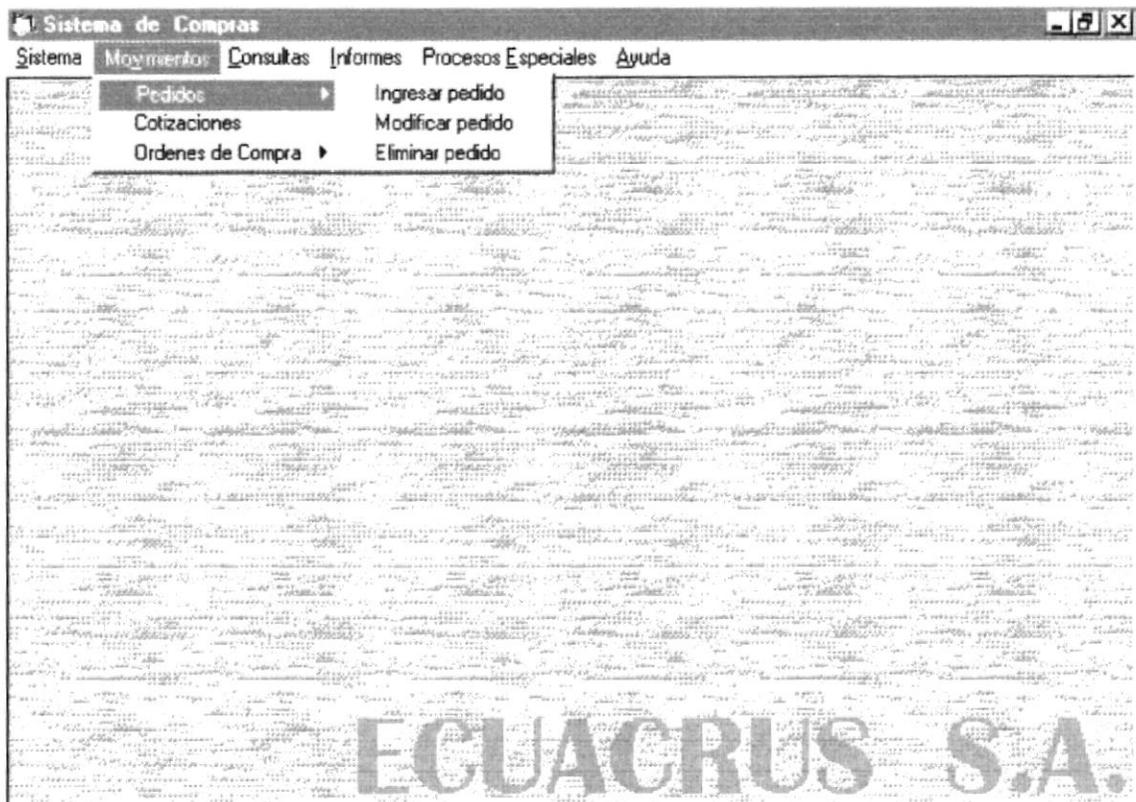

Fig. 6-3. Pantalla de Movimiento de Pedidos
4. A continuación se da un click el botón (**Aceptar**) para que el nuevo pedido ingresado sea grabado. Si la caja de texto esta vacía y se hace un click en (**Aceptar**), aparecerá el siguiente mensaje: mensaje de error (Ver Fig. 6-3).
4. A continuación se da un click el botón (**Aceptar**) para que los nuevos cambios realizados sean grabados. Si la caja de texto esta vacía y se hace un click en (**Aceptar**), aparecerá el siguiente mensaje: mensaje de error (**Ver Fig. 6-3**).